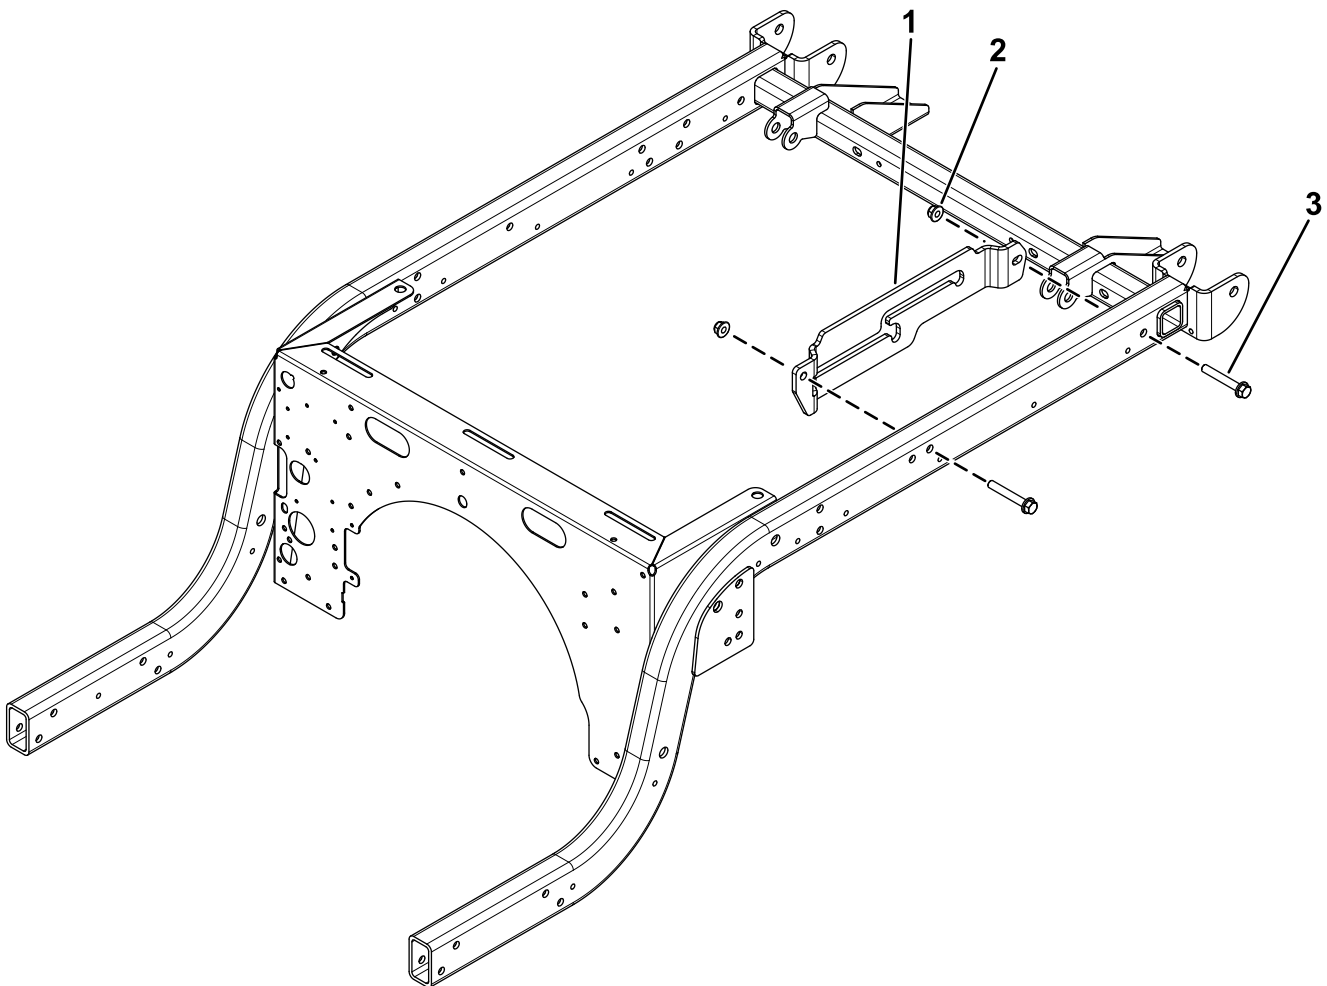

Bild 3
1. Befestigen Sie die Stützstangenhalterung mit zwei Sechskantschrauben ($\frac{3}{8}$ " x $2\frac{1}{2}$ ") und zwei Sicherungsmuttern ($\frac{3}{8}$ ") am Maschinenrahmen, wie in Bild 3 dargestellt.